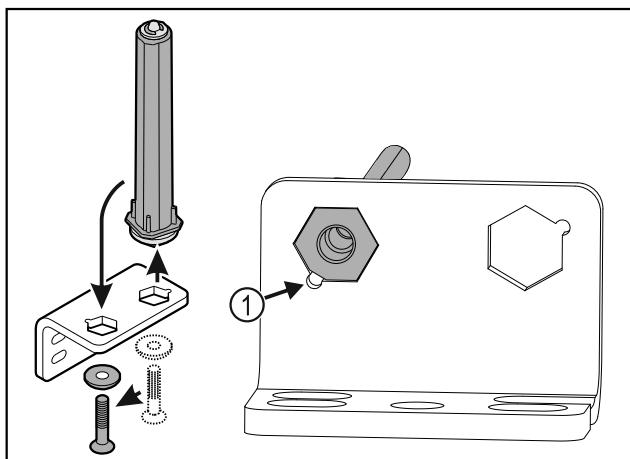

Fig. 28
- ▶ Observar que, al colocar, el bisel del perno Fig. 28 (1) apunte hacia el agujero redondo.